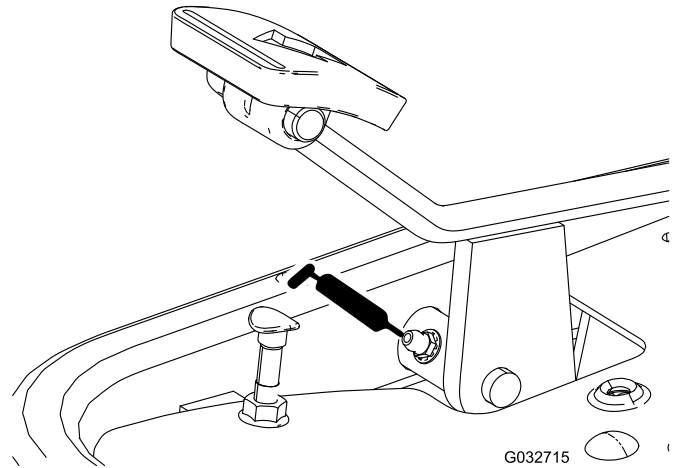

Figura 36
- Pedale della trazione (Figura 36)